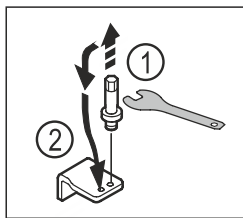

Fig. 17
- ▶ Csavarja ki az alsó csapágybak csapját 5-ös kulcsnyílású dugókulccsal. Fig. 17 (1)
- ▶ Helyezze fel a csapot a másik oldalon. Fig. 17 (2)